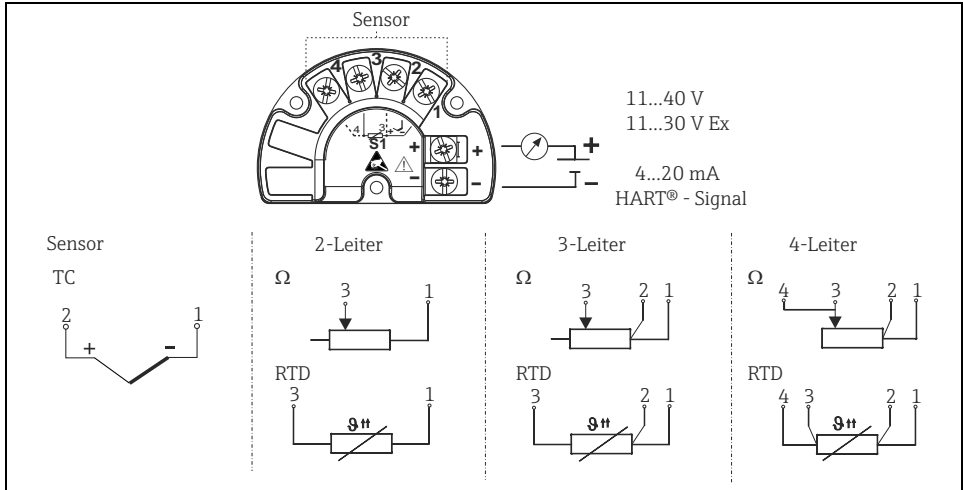

Abb. 3: Verdrahtung des Feldtransmitters - Klemmenbelegung
7. Die Leitungen gemäß Abb. 3 am Klemmenblock anschließen.
Ist die Klemmenbelegung richtig? Vergleichen Sie das Anschlussschema vom Klemmenblock oder → Abb. 3.	siehe Anschlussschema am Gehäuse